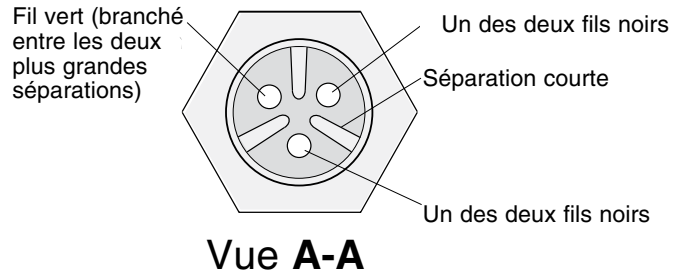

Figure 1
4. Immobiliser l'arbre du moteur, puis dévisser l'impulseur en le tournant à gauche. Déposer l'impulseur et le nettoyer. Si aucun autre entretien n'est requis, procéder à l'inverse des opérations de démontage pour remonter la pompe. Rebrancher les fils du moteur comme il est illustré à la Figure 1. Faire le plein du moteur avec de l'huile diélectrique propre (Numéro de pièce U197-8A). Vérifier le niveau d'huile, puis reposer le bouchon. L'huile doit couvrir les enroulements du moteur. Accorder de l'espace pour la dilatation.
9. Rebrancher les fils du moteur comme il est illustré à la Figure 1.